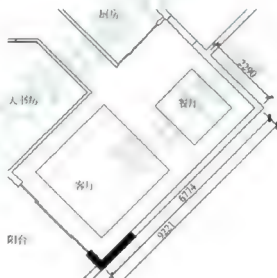

图8-12
**步骤4:** 使用修剪工具 $\text{F}$ , 将偏移得到的直线和绘制的直线进行修剪, 再使用删除工具 $\text{E}$ 将多余的直线段删除, 如图8-12所示。